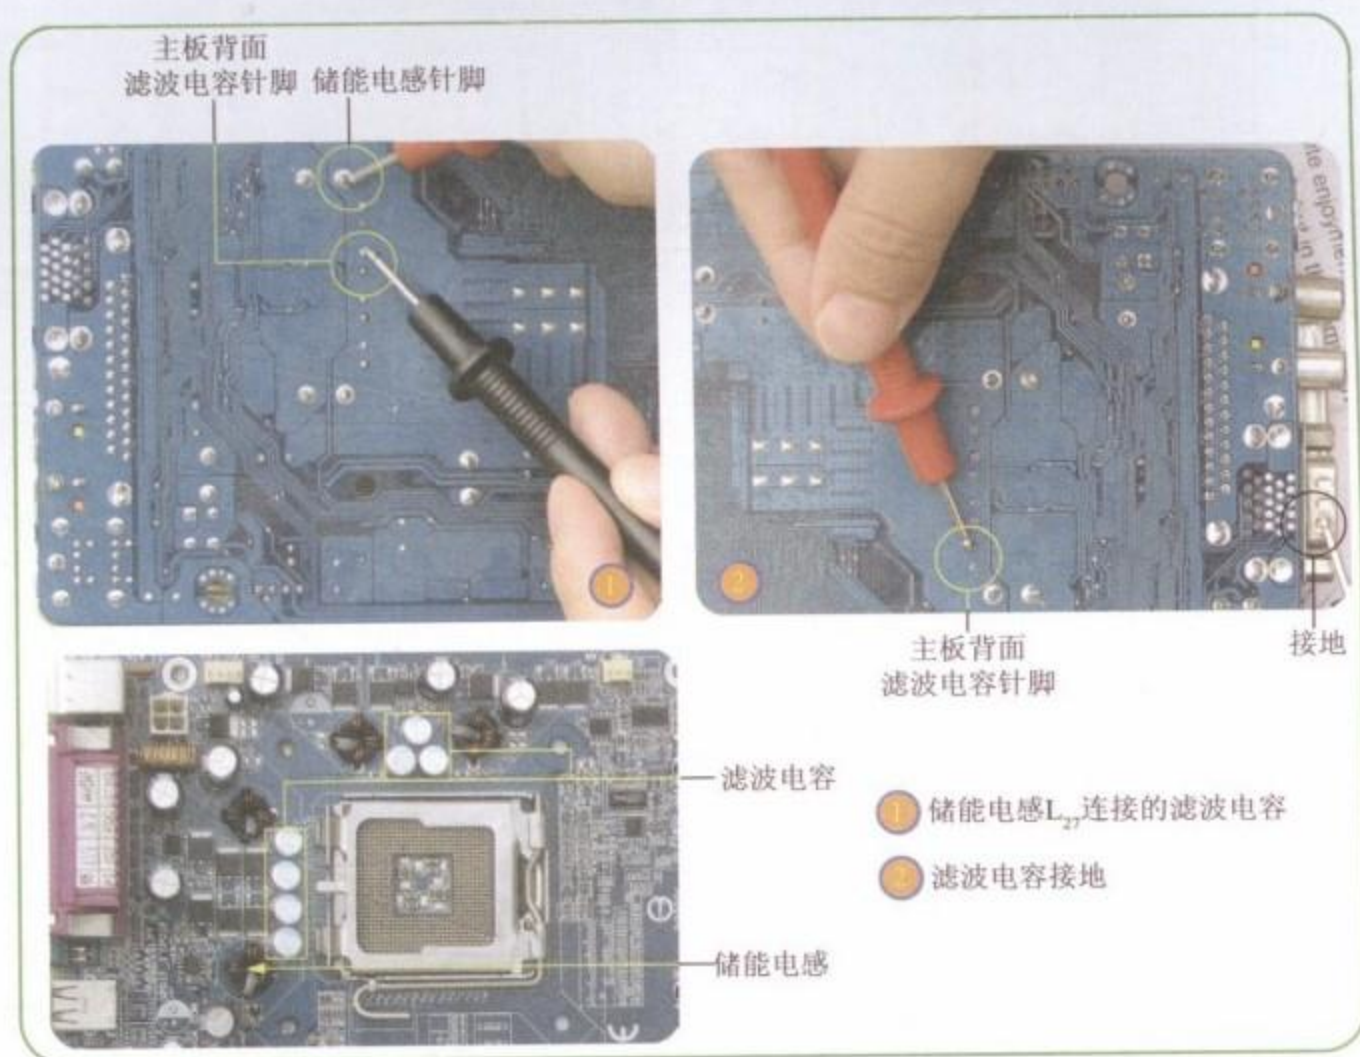

图8-56 测量储能电感连接的滤波电容的线路
Step 04 测量储能电感 L_{27} 连接的滤波电容 ($CE_{24} \sim CE_{27}$ 等) 的线路, 及滤波电容接地的线路, 如图8-56所示。